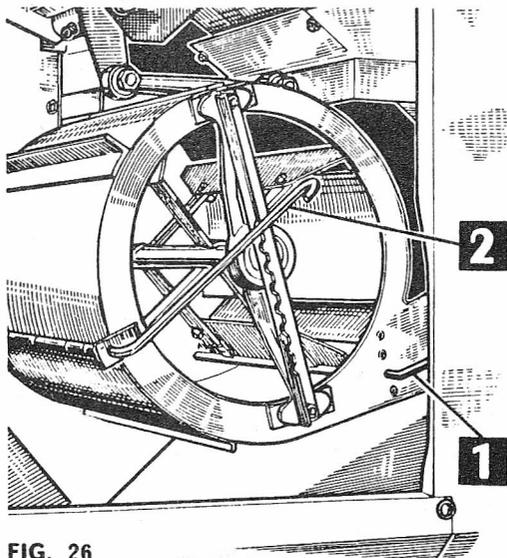
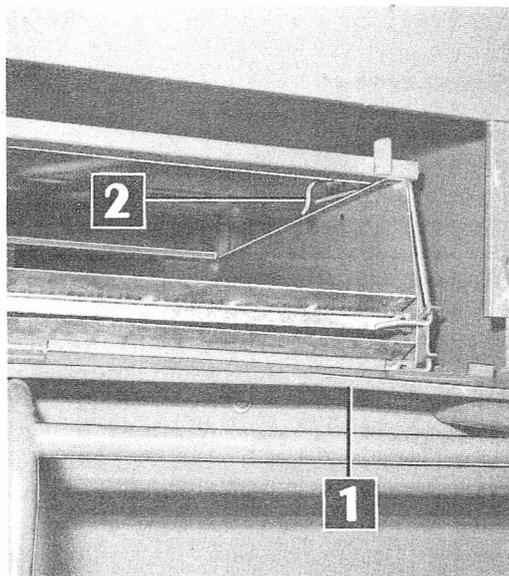

FIG. 26
FIG. 27
Si deve tener presente che si dovrà adottare una dimensione di fori che consenta, alla velocità di lavoro scelta, di sfruttare tutta la lunghezza del vaglio superiore senza che i chicchi vadano a cadere nella bocca delle impurità; perciò la scelta del vaglio è condizionata dalle dimensioni, dalla pulizia e dalla quantità di prodotto che attraversa la macchina. La direzione della corrente d'aria deve essere tale da investire tutto il prodotto che attraversa il vaglio senza farlo cadere nella bocca delle impurità e va regolata con la maniglia (1 - fig. 26).
La quantità d'aria deve essere la massima possibile compatibilmente con la direzione ed il peso specifico del prodotto, senza farlo cadere nella bocca delle impurità; si regola con la maniglia (2 - fig. 26). Il vaglio si sostituisce abbassando lo sportello (1 - fig. 27) ed estraendolo dopo aver sganciato le leve (2).